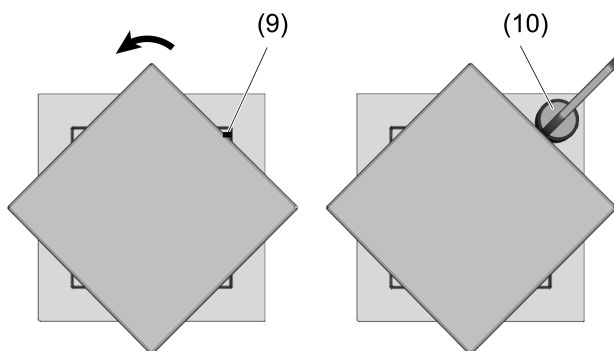

Figure 6
- Tourner l'applique lumineuse de 45° pour que le marquage (9) soit visible (Figure 6).
- Placer l'aimant (10) sur la plaque centrale à la hauteur du marquage (9) jusqu'à l'émission d'un clic.